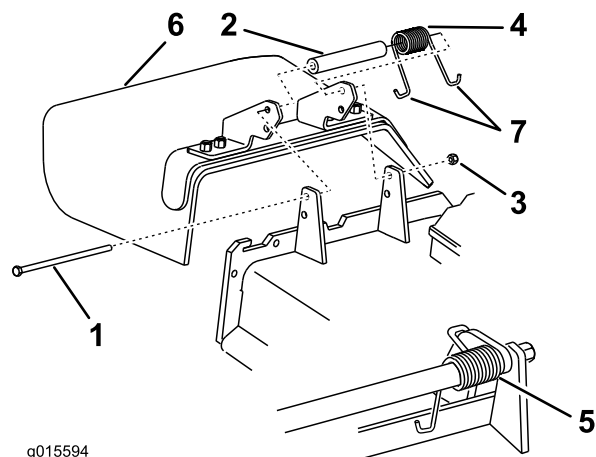

Figura 82
1. Togliete il dado di bloccaggio, il bullone, la molla e il distanziale che fissano il deflettore alle staffe orientabili del tosaerba (Figura 82). Togliete il deflettore di sfalcio se è danneggiato o consumato.
Nota: Verificate che un'estremità **J** della molla si trovi dietro il bordo del piatto di taglio prima di montare il bullone, come illustrato nella Figura 82
3. Montate il bullone e il dado. Infilate un'estremità a gancio **J** della molla attorno al deflettore dello sfalcio (Figura 82).